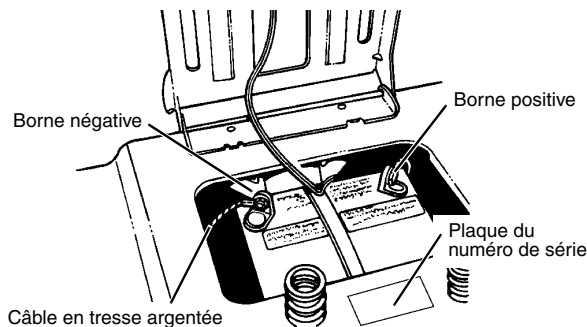

FIGURE 6
- Connecter le câble rouge de la batterie sur la borne positive (+) avec un boulon à tête hexag. de 6 mm et un écrou à collerette de 6 mm (dans le sac de pièces) et serrer fermement (voir FIGURE 6).